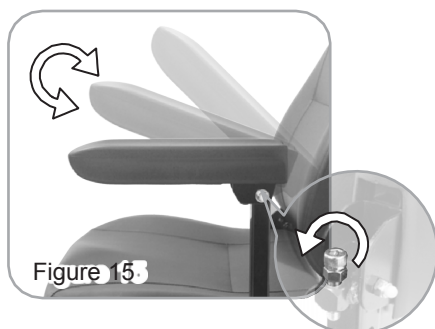

Figure 15
- **Angle** : tournez la vis comme sur l'image pour régler l'angle d'accoudoir le plus confortable. (Figure 15)